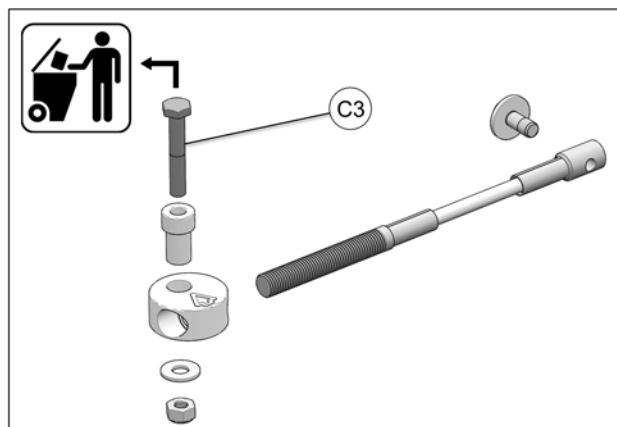

Fig. 21
12. Retirer et jeter les deux boulons M10 (C3) des ensembles limiteur de conduite. Voir la Fig. 21